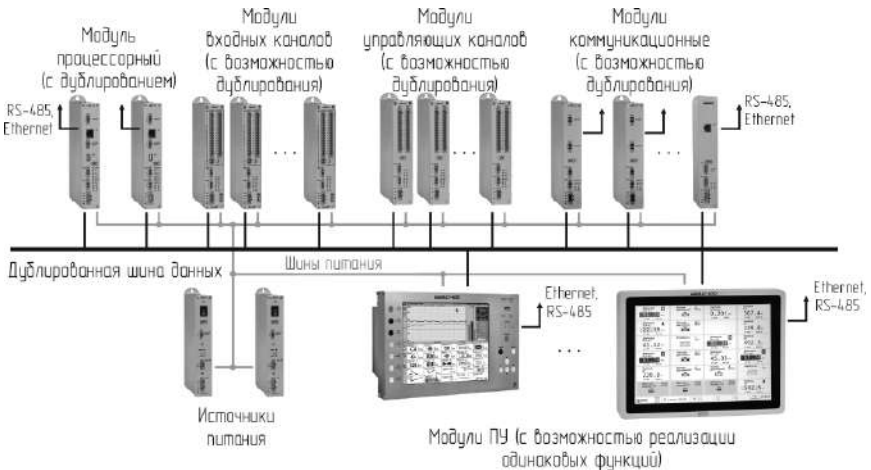

Рис. 4.2. Структура Контроллера с резервированием
**4.1.3.** В Контроллере реализована возможность резервирования модулей (с возможностью их горячей замены) и питания. Структура Контроллера с резервированием выглядит следующим образом (рис. 4.2).